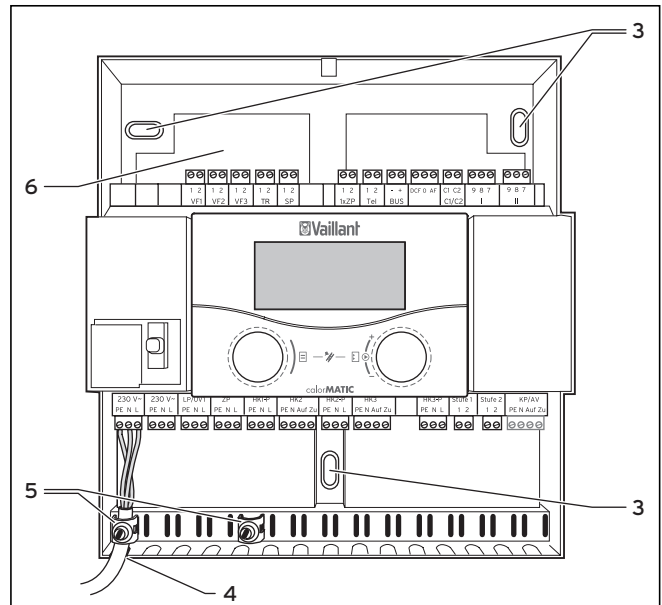
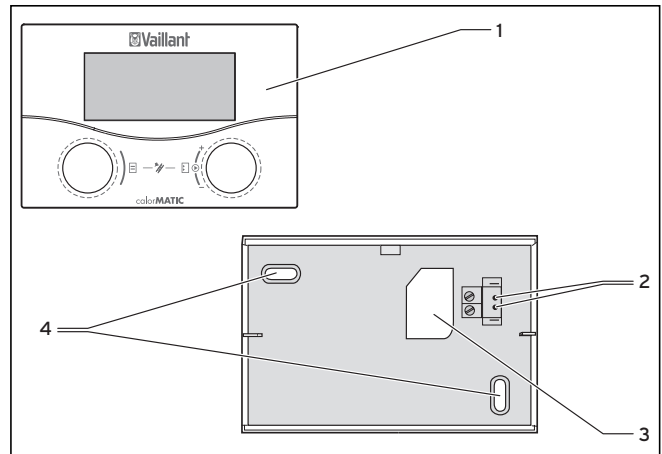

Fig. 4.3 Montaggio del supporto a muro
Fig 4.4 Montaggio come dispositivo di comando a distanza
- Praticare due fori di fissaggio (3) con diametro di 6 mm per il supporto a parete VR 55 (→ Fig. 4.4).
- Fare passare il cavo di allacciamento attraverso l'apposita apertura (3).
- Connettere il cavo di collegamento (→ Fig. 4.3).
- Inserire la centralina nel supporto murale in modo tale che gli spinotti sul retro della parte superiore ingranino negli appositi fori (2).
- Premere la centralina (1) sull'alloggiamento da parete fino a quando scatta in posizione.